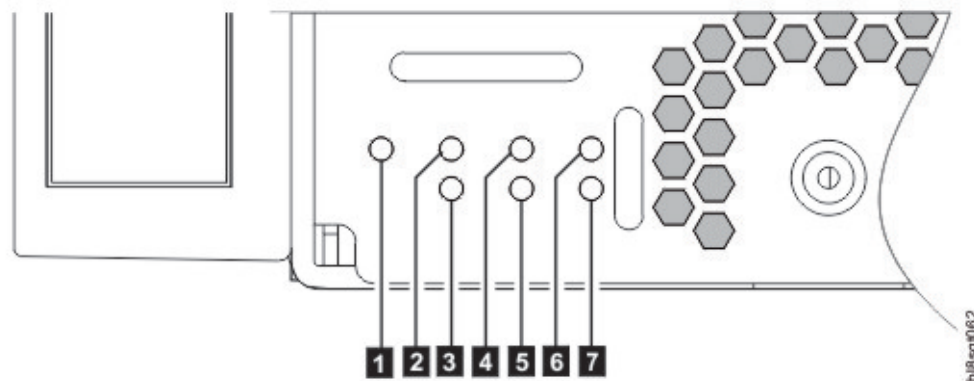

Figure 12. Panneau avant – coin inférieur gauche (vue partielle)
Le panneau avant du boîtier offre un accès aux sept (7) voyants principaux du système de boîtier situés dans le coin inférieur gauche. Voir aussi la figure 12, à la page 16. Le panneau avant offre également un accès aux poignées de tirage gauche et droite du boîtier qui permettent de faire glisser le boîtier vers l'avant afin de réaliser des tâches de maintenance en armoire.